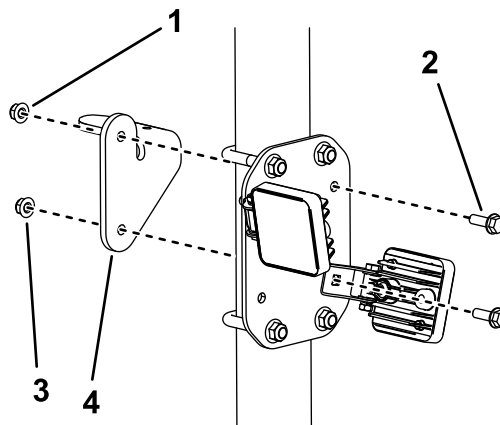

Figura 10
2. Monte o sinal luminoso no suporte e instale o conjunto do sinal luminoso como se mostra na Figura 10.